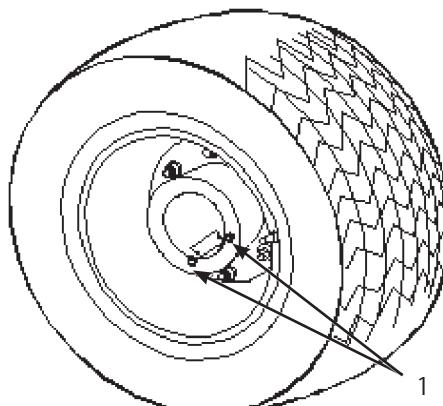

図44
1. 平らな場所で、点検/ドレン・プラグが一番下の位置(ドレン位置)にくるようにして、駐車する；図44を参照。
3. ドレン・プラグの下に容器を置き、プラグ(図44)を外す。